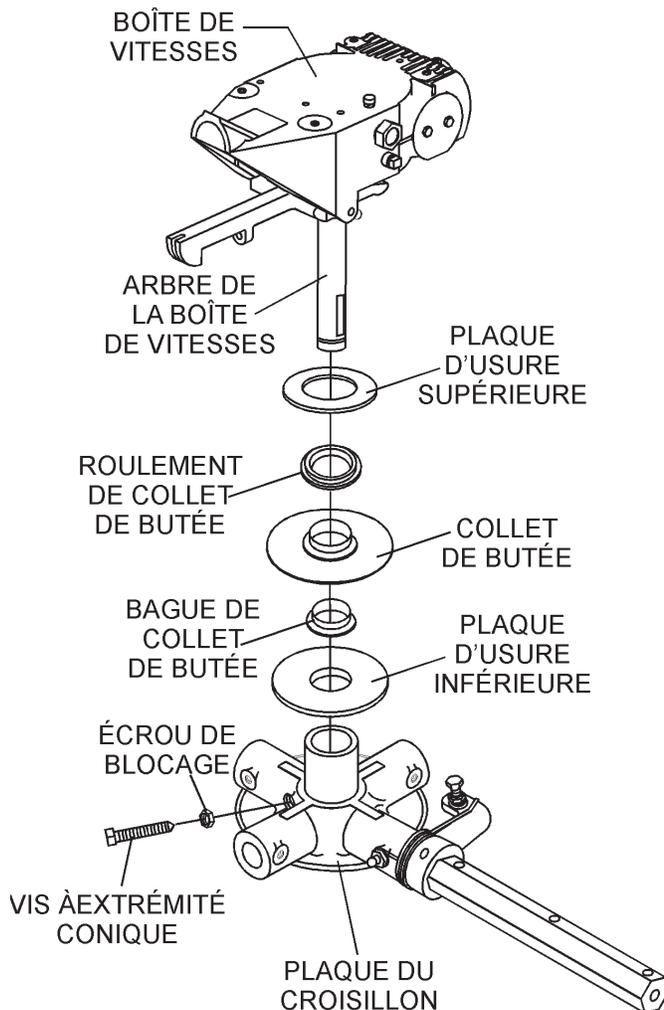

Figure 41. Retrait du croisillon/de la boîte de vitesses
a. Localisez la vis à extrémité conique de l'ensemble (Figure 41) et le contre-écrou fixé sur le côté de l'ensemble croisillon.